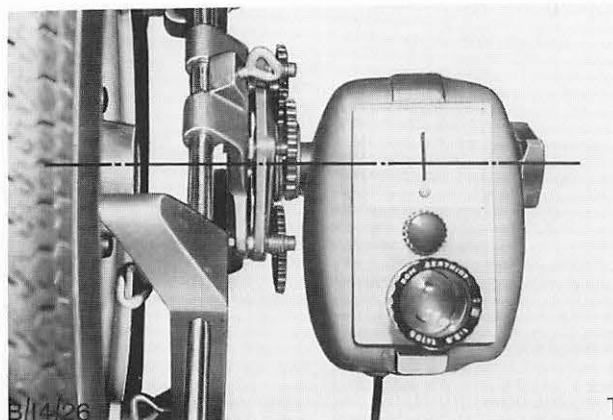

Abb. 54 Bei der Anbringung der Projektoren muß die Projektorachse mit der jeweiligen Radmitte fluchten
3. Projektoren so an den Vorderfelgen anbringen, daß die Achse jedes Projektors mit der jeweiligen Radmitte fluchtet. Abb. 54.